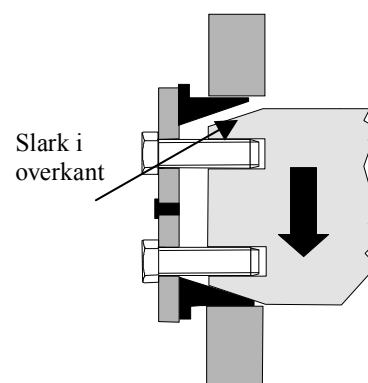

Fig. 5
- ❖ Trekk til boltskruene med angitt moment for å ekspandere konhylsene. "Avlast" utstyret først. Egenvekten av utstyr kan hindre effektiv tiltrekking (se fig.5).